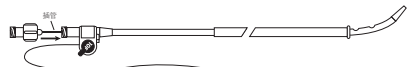

图 1
5. 在将金属硬化套管放入导管之前，将猪尾管矫直器延导管移至远端以拉直猪尾部分。将金属硬化套管放入导管，然后拧紧鲁尔锁接头。参见图 1。